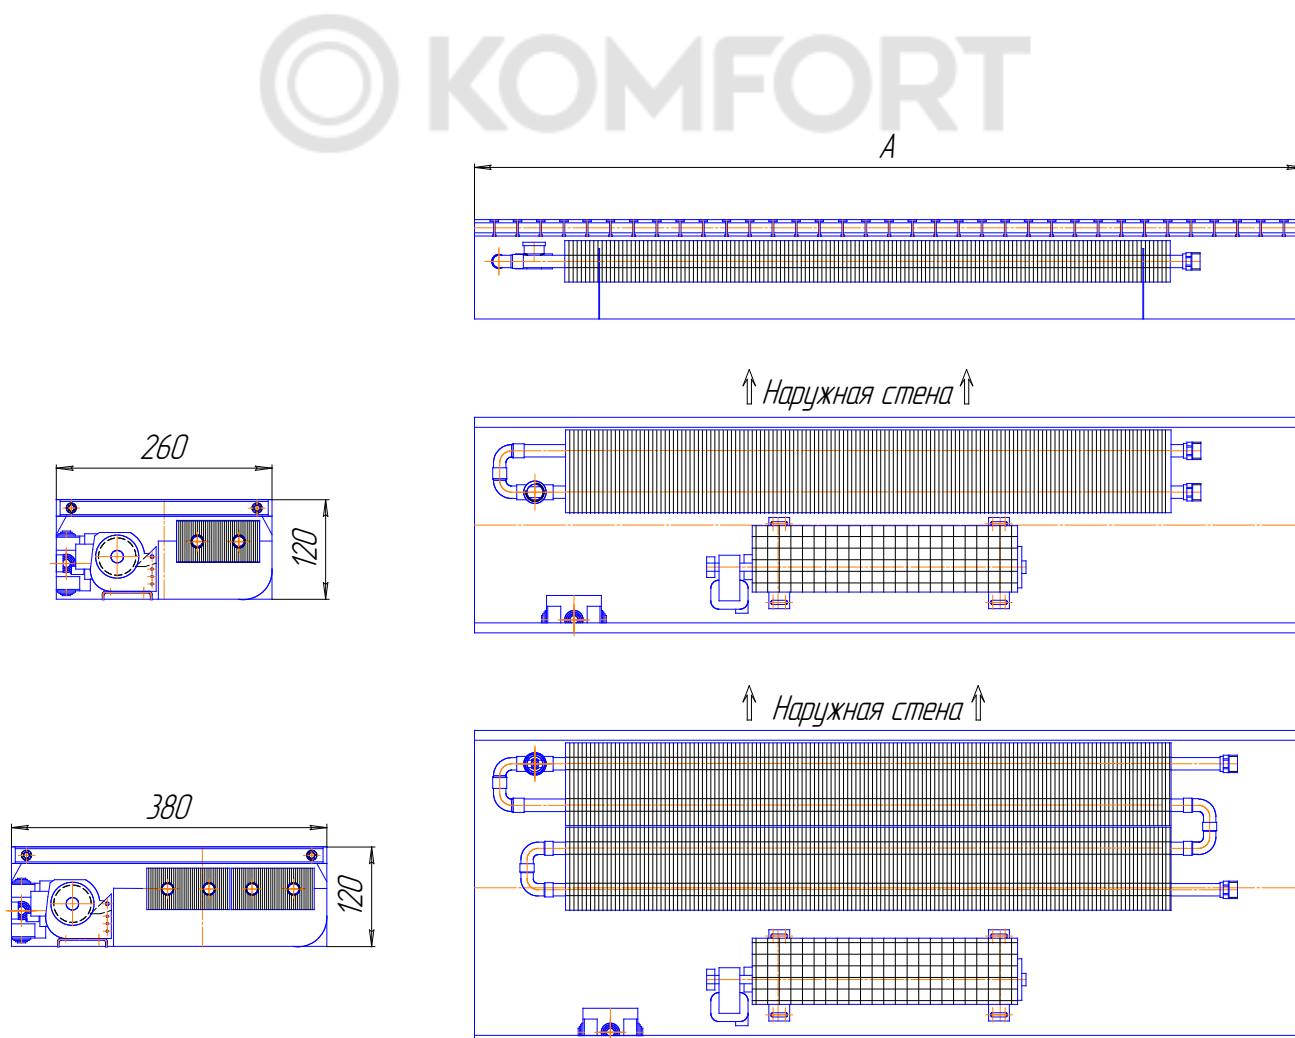

Рис.2 Конвектор «Бриз В» высотой 120мм (принудительная конвекция).
- Конвекторы «Бриз В» с принудительной конвекцией, оснащенные вентиляторами для повышения теплоотдачи прибора (см.рис.2, 3).